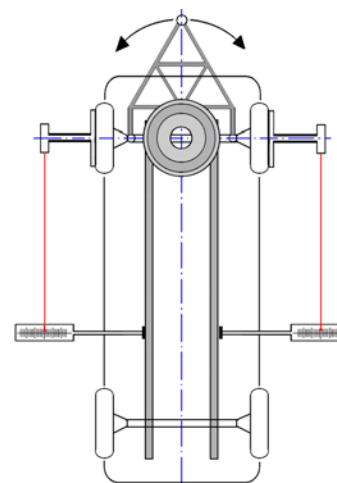

Fig. 14
- Allineare gli assi del veicolo sul timone finché il raggio laser non mostra lo stesso valore sulla scala su entrambi i lati. (Fig. 14)